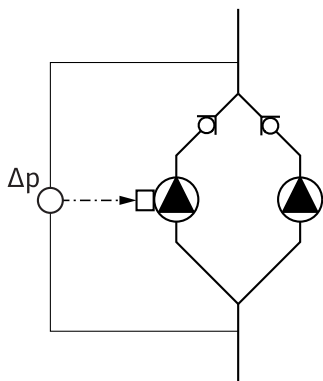

fig.12: Esempio, attacco DDG
- La pompa master è la pompa a sinistra secondo la direzione del flusso. Collegare a questa pompa il trasduttore differenza di pressione. I punti di misura del trasduttore differenza di pressione della pompa master devono trovarsi nel rispettivo collettore sul lato aspirazione e lato mandata dell'impianto a due pompe (fig.12).